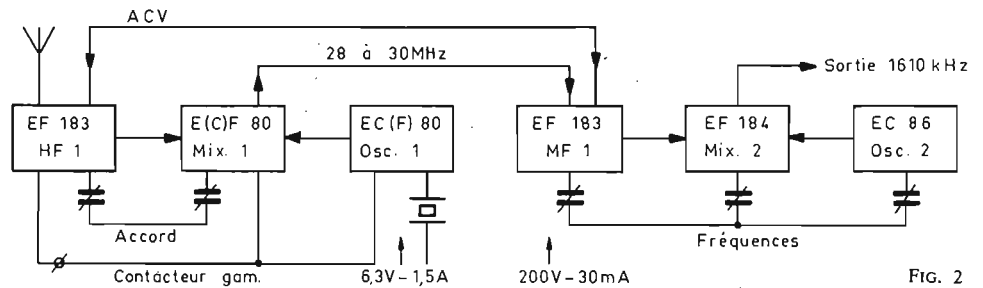

FIG. 2
- Schéma synoptique : figure 2.